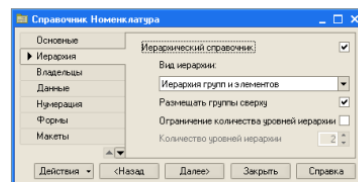

Рис. 3.2.13
2.3. Справочник Номенклатура. Справочник Номенклатура будет содержать информацию об услугах, которые оказывает наша, и о тех материалах, которые при этом могут быть использованы. Этот справочник не будет сложным Единственная особенность, которой он будет обладать, – это наличие иерархической структуры. Для того чтобы справочником было удобно пользоваться, мы сгруппируем услуги в одну группу, а материалы – в другую. Кроме этого, поскольку наша фирма оказывает разные услуги, они также будут логически собраны в несколько групп. То же самое можно сказать и про материалы. Наша задача будет состоять в создании иерархического справочника. Создадим новый объект конфигурации Справочник и назовем его Номенклатура. Перейдем на закладку Иерархия и установим флаг Иерархический справочник (рис. 3.2.13).